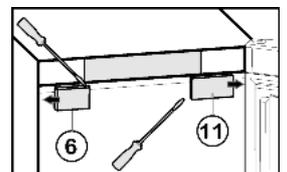

Fig. 5
- ▶ Togliere la copertura Fig. 5 (6) lato maniglia: liberare a destra con il cacciavite e spingere verso l'esterno.
- ▶ Togliere la copertura Fig. 5 (11) lato cerniera: liberare a sinistra con il cacciavite e spingere verso l'esterno.
- ▶ Applicare dall'esterno la copertura Fig. 5 (6) sul lato maniglia ruotata di 180° e innestarla.
- ▶ Applicare dall'esterno la copertura Fig. 5 (11) sul lato cerniera ruotata di 180° e innestare.